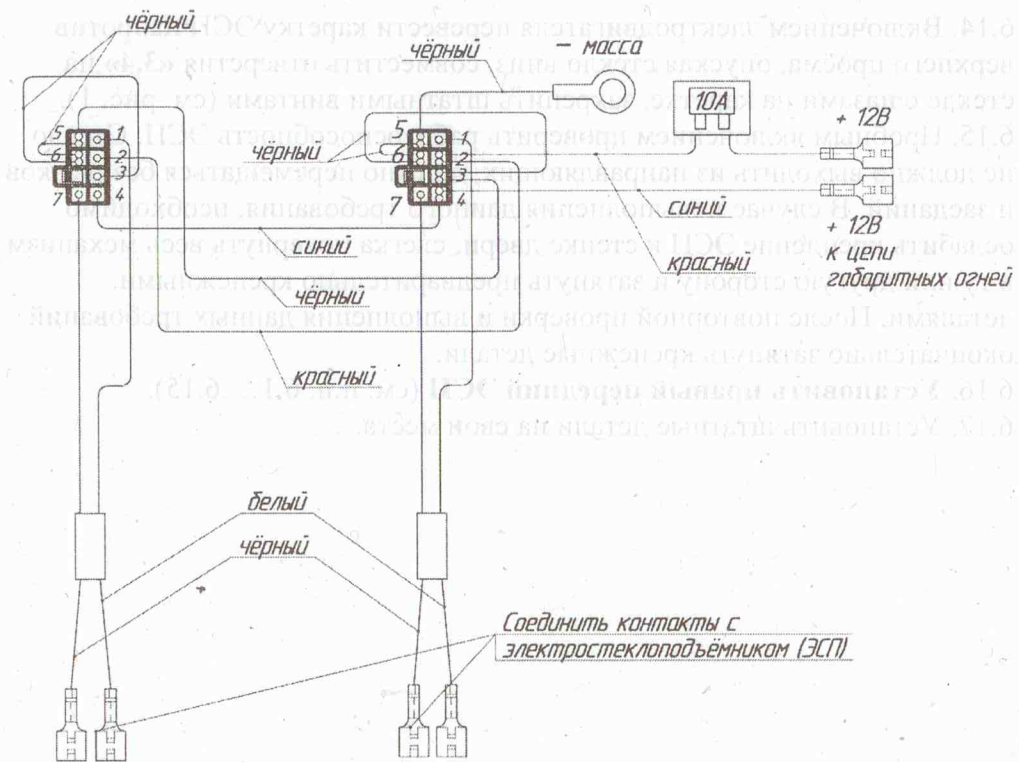

Рис. 2. Схема подключения электростеклоподъёмников к бортовой сети автомобиля.
6.6. Выбрать место установки переключателей, разметить и вырезать под них проемы. Протянуть двухжильный провод по салону от места расположения переключателей до дверей, затем через стойки в полости дверей. Контакты на другом конце провода соединить с электродвигателем ЭСП (см. рис. 2). При необходимости изменения размеров жгута использовать провода с сечением не менее 0,75 кв. мм.